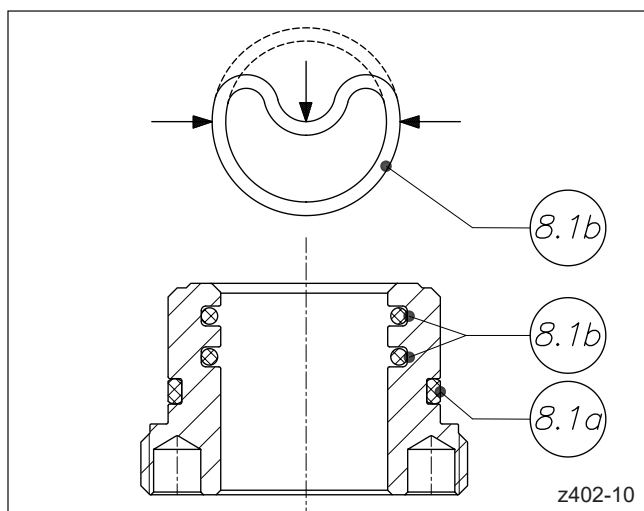

Abbildung 128: Stangendichtung zur "Niere" formen
12. Stützringe (Pos. 8.1b) der Stangendichtung einsetzen. Dazu diese von Hand in eine „Niere“ formen und in die vorgesehenen Nuten des Gehäuseschraubdeckels bzw. Gehäusebodens (Variante 1) einlegen (vgl. Abbildung 128). **Achtung:** hydraulische Antriebe verfügen über 2 Dichtungspakete pro Gehäuseschraubdeckel. Das Beispiel zeigt die Montage bei einem hydraulischen Antrieb. Bei einem pneumatischen Antrieb mit nur einem Dichtungspaket entfällt Schritt 13.